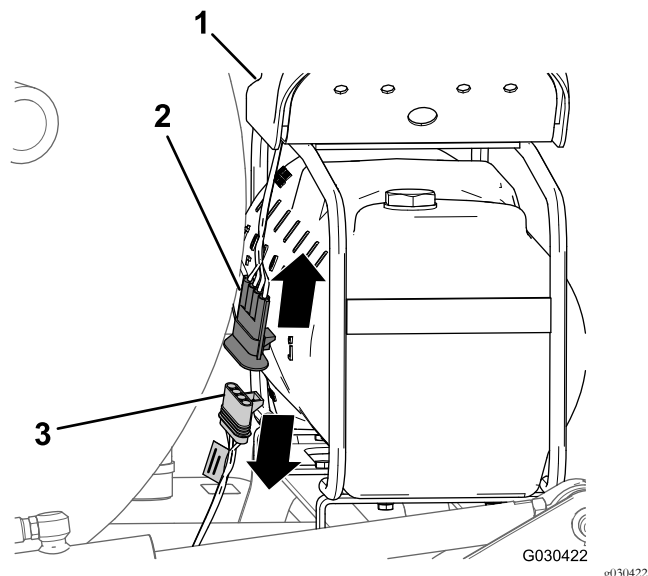

Рисунок 6
1. В задней части бака пенного маркера найдите жгут проводов на компрессоре (Рисунок 6).
2. Отсоедините 4-штыревой соединитель жгута проводов компрессора от 4-гнездового соединителя заднего жгута проводов машины (Рисунок 6).